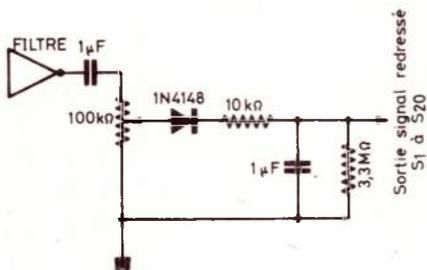
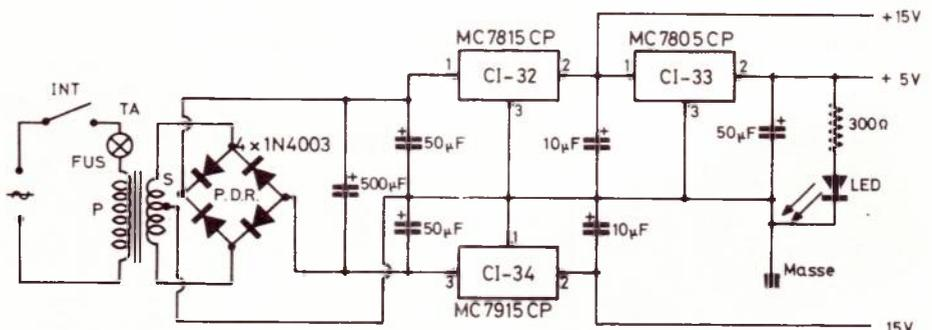
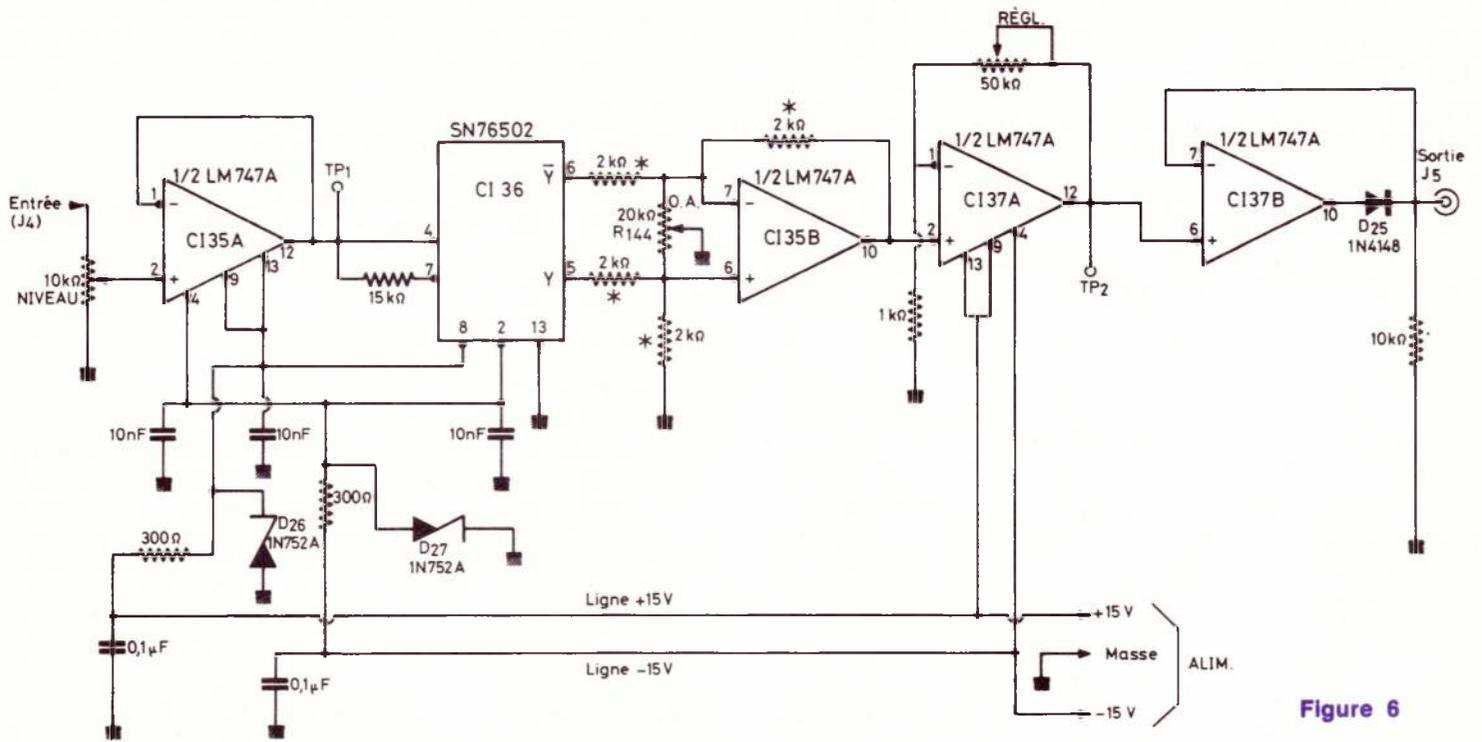

Figure 1
Figure 2
Figure 6
Chaque sortie de canal est suivie d'un redresseur à diode dont nous donnons le schéma à la **figure 1**. On aura ainsi vingt sorties S_1 à S_{20} où l'on disposera de la tension continue représentant le niveau moyen du signal transmis par chaque filtre.
Un montage simple à voltmètres peut être adopté mais il est évident que l'on préférera le plus souvent un montage optoélectronique donnant l'image de la courbe de réponse sur un oscilloscope. A la **figure 2** on donne le schéma simplifié de l'ensemble de l'appareil. On voit que dans cet ensemble figurent vingt filtres dont les sorties sont connectées aux redresseurs (**figure 1**). Les sorties des redresseurs sont reliées au multiplexeur à vingt-quatre canaux.
Le schéma de cet amplificateur est donné à la **figure 6**. Ce montage doit être disposé entre la « sortie log » (voir **figure 2**) et l'entrée de déviation verticale de l'oscilloscope. Dans cet amplificateur on utilise trois circuits intégrés, un LM 7474 (CI-35) à deux sections (A) et (B), un SN 76502 et un deuxième LM 7474 (CI-37). La partie essentielle de ce dispositif de conversion LIN/LOG, est le CI-36 du type SN 76502 (Texas) qui effectue la conversion requise.